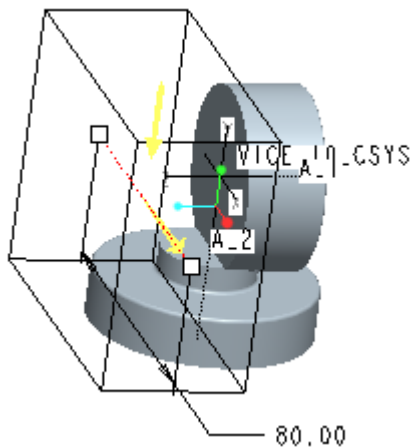

図 6-72 削除部分の押し出し
- 「スケッチを終了」 をクリックしてフィーチャー画面に入る。次に「押し出しツール」 を用いて、上記の四角形で囲んだ領域を押し出す(図 6-72)。